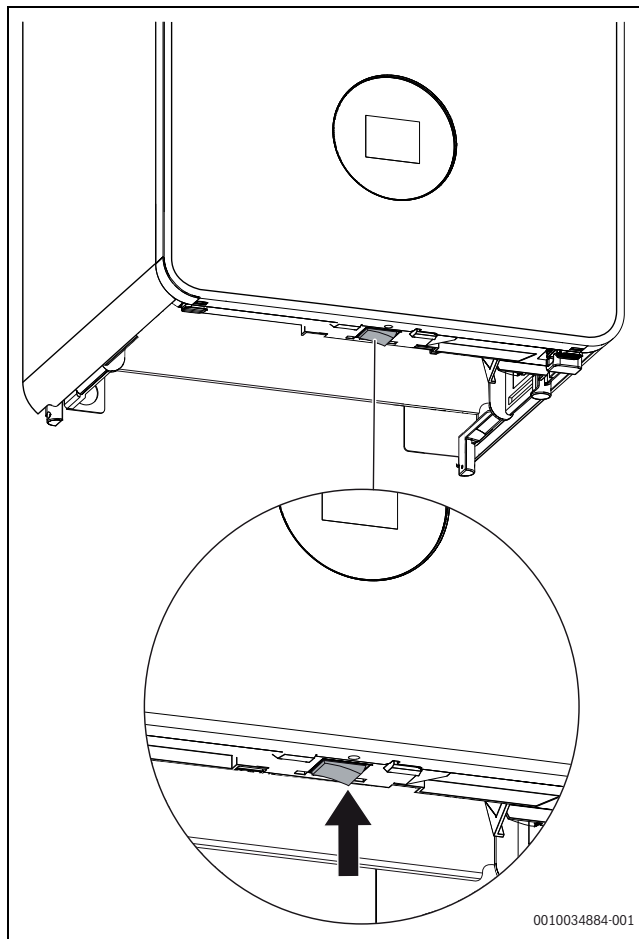

Fig. 1 Interrupteur Marche / Arrêt
- Arrêter l'appareil avec l'interrupteur Marche / Arrêt (→ fig. 1, page 4).